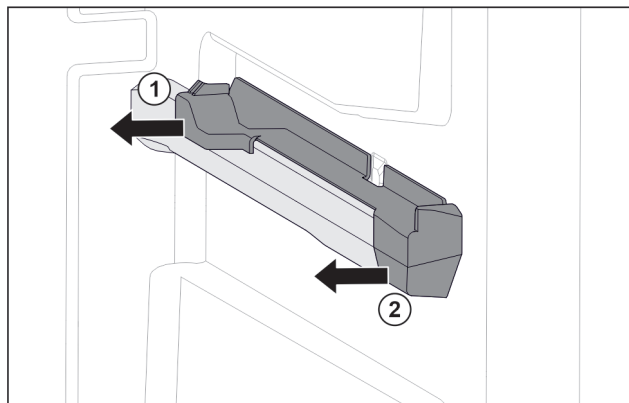

Fig. 107 Elemento inseribile sulla nervatura destra del contenitore
- Estrarre l'elemento inseribile dal lato posteriore di lato. Fig. 107 (1)
- Estrarre l'elemento inseribile dal lato anteriore di lato. Fig. 107 (2)